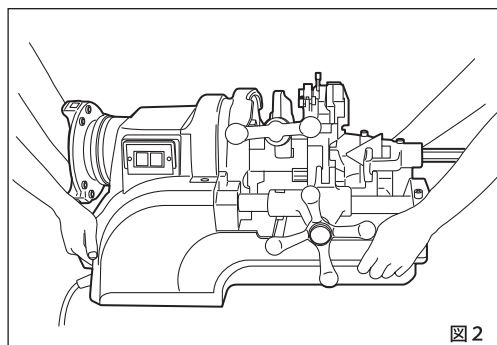

図2
1. マシンの運搬 (図2)
① F80AⅢ (自動切上・固定微い自動切上ダイヘッド) の場合